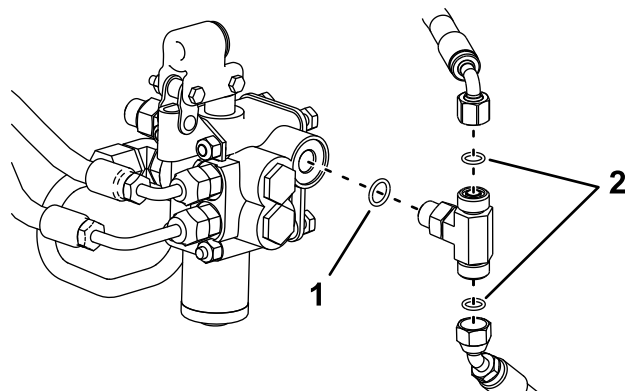

Figure 7
- F. Remplacez les joints toriques sur le raccord en T par des joints toriques neufs, comme montré à la Figure 7.